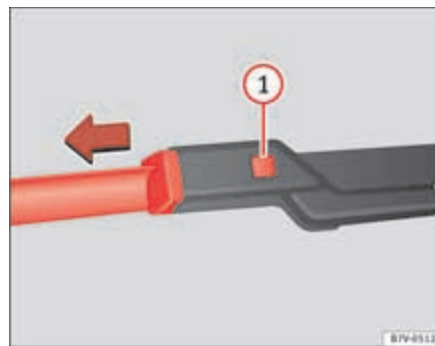

Fig. 155 Cambio de las escobillas del parabrisas.
- Mantenga presionada la tecla de desbloqueo ⇒ **página 252, fig. 155**  y tire a su vez ligeramente de la escobilla en el sentido que indica la flecha.